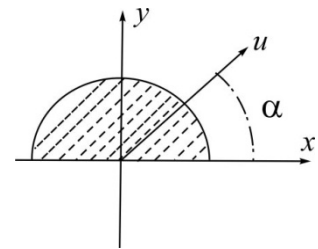

Рис.3.31
**3.28. Показать, что момент инерции фигуры относительно оси  $u$  не зависит от угла  $\alpha$  (рис.3.31).**